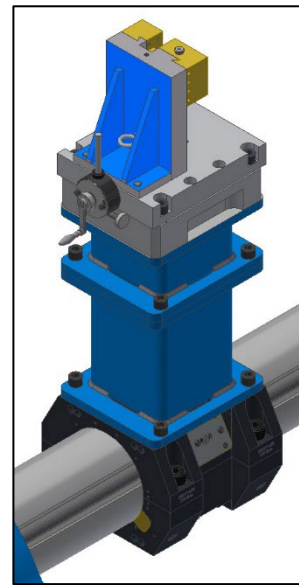
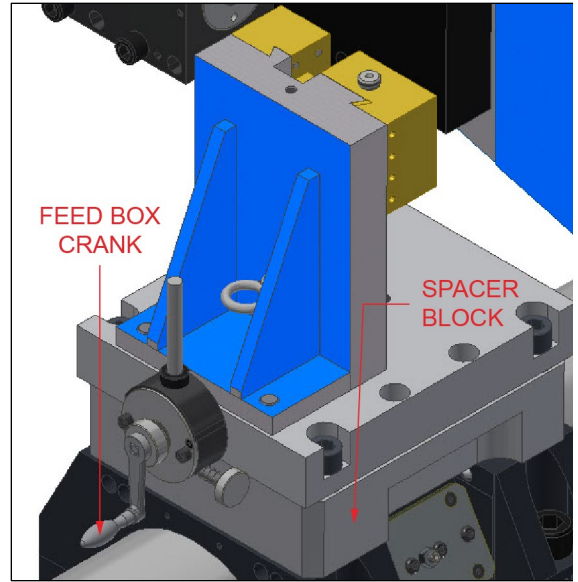

Figura 23. Cabezal de revestimiento montado con separadores al portaherramientas
Figura 27. Cabezal de revestimiento montado en espaciadores con manivela de caja de alimentación adjunta
- b) Si se utiliza al menos un espaciador (consulte la Figura 23), use la manivela de la caja de alimentaci3n para realizar ajustes manuales y activar la alimentaci3n autom1tica. La manivela de la caja de alimentaci3n es una herramienta combinada que permanece unida al cabezal de revestimiento mientras est1 en funcionamiento (consulte la Figura 27 en la p1gina 36).